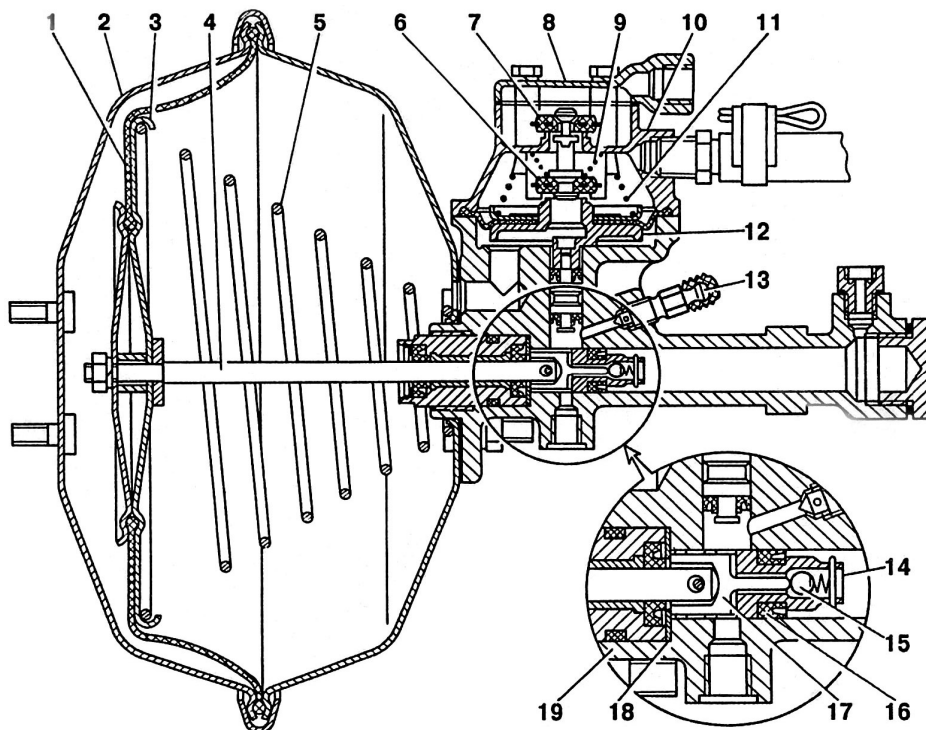

Рис. 6.25 Гидروвакуумный усилитель
13. При увеличенном зазоре от упорного болта 1 (рисунок 6.25) до балки (более 0,5...1 мм) (колеса ВТС стоят на
Контуры главного тормозного цилиндра трубопроводами связаны с гидровакуумными усилителями, которые в свою очередь через систему тормозных трубок и шлангов соединяются с рабочими колёсными тормозными механизмами. На ВТС устанавливаются три идентичных гидровакуумных усилителя (см. рис. 6.25). Один из них действует в I контуре, остальные два во II контуре.